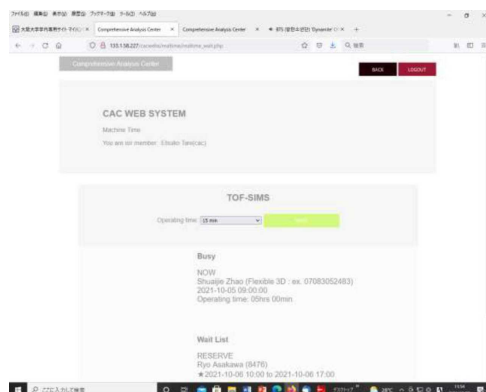

図10
①使用装置の「W」 ボタンをクリックすると使用時間を選択する欄と待ち状況が表示されます。使用時間を選択し「Wait」 ボタンをクリックします。（図10）